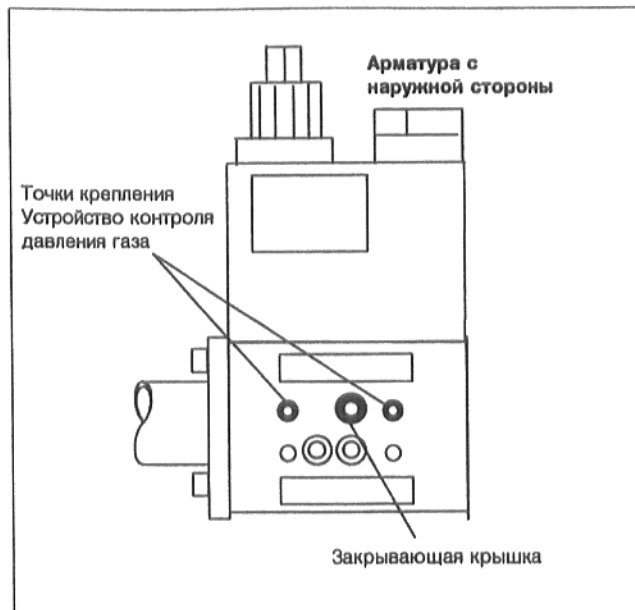
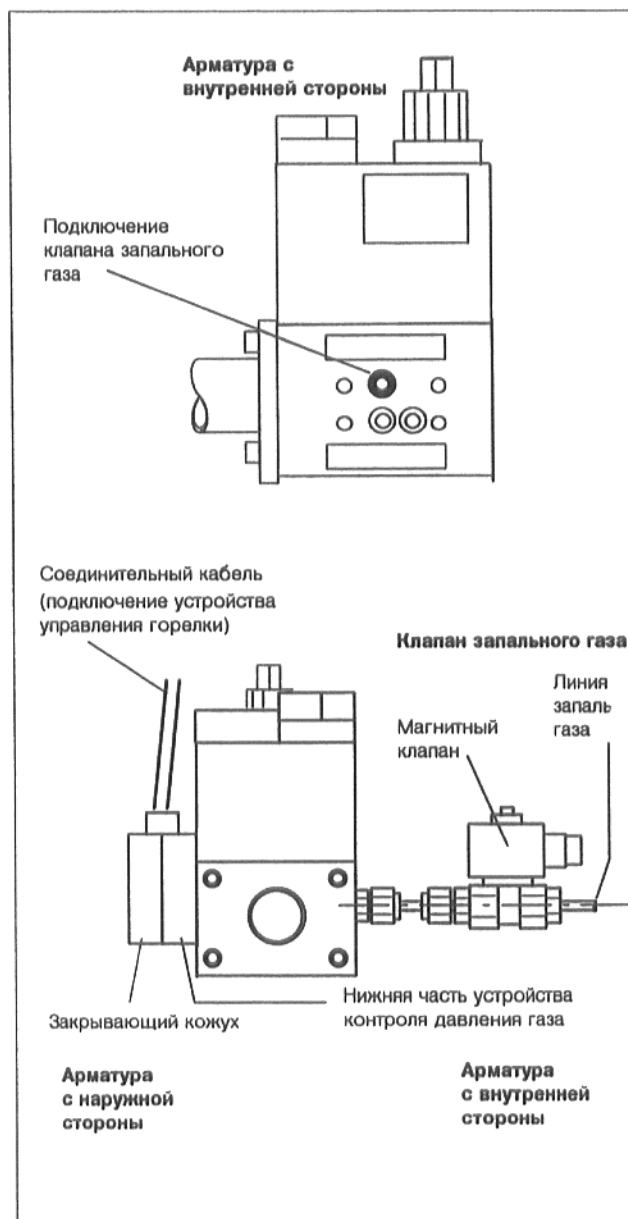

Рис. 49: Арматура с наружной стороны
Рис. 50
- Вывинтить закрывающую крышку арматуры (с **наружной стороны**) посредством гаечного ключа (рис. 49).
- Вставить приложенное к устройству контроля давления газа кольцевое уплотнение (кольцевое уплотнение лежит в упакованном виде под закрывающей планкой) вместо закрывающей крышки (рис. 49).
- Установить нижнюю часть устройства контроля давления газа с помощью приложенных винтов на арматуру (рис. 49). Соединительный кабель устройства контроля давления газа для подключения к устройству управления горелки расположен с **верхней стороны** (рис. 50).
- Установить клапан запального газа на арматуру (с **внутренней стороны**) и на горелку запального газа (рис. 50).